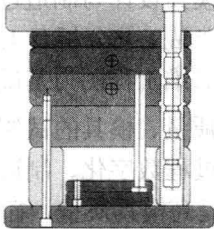

图 1-9 模具模架
- 模架：主要起装配、定位和连接的作用，是由定模板、动模板、垫块、支承板、定位环、销钉、螺钉等组成的，如图 1-9 所示。